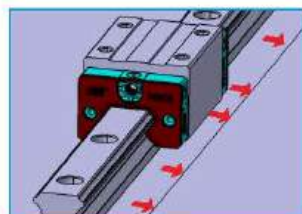

图3 将基准面对上LM轨道
(B) 将导轨装在机床上后再锁紧装配螺丝,使导轨与安装面轻轻地紧靠。(床身的基准面要与导轨有标记线的一侧相接触,如图3)